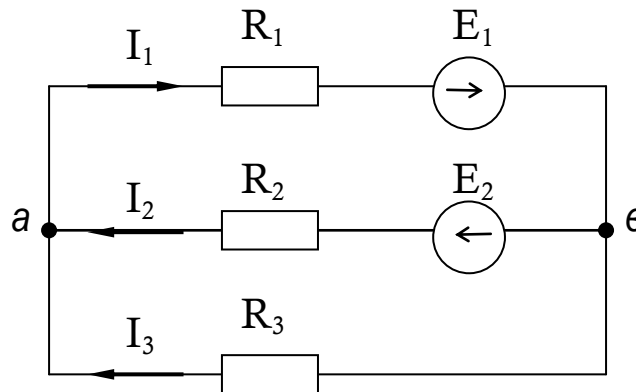

Рисунок 1 – Разветвленная цепь постоянного тока, содержащая несколько ЭДС
Необходимо определить токи I_1 , I_2 , I_3 , действующие в схеме (рис.1) .
3.1. Произвести расчет схемы (Рис. 1) методом наложения. По результатам предварительных расчетов выбрать необходимые измерительные приборы.
5.1 По заданным значениям ЭДС E_1, E_2 и сопротивлений R_1, R_2, R_3 рассчитать токи в ветвях схемы (рис.1) методом наложения. По результатам предварительных расчетов выбрать необходимые измерительные приборы.